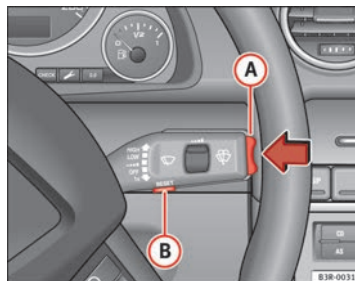

Fig. 58 Palanca del limpiaparabrisas: Interruptor-selector de funciones
- Pulse el conmutador-selector de funciones en la palanca del limpiaparabrisas ⇒ fig. 58, en la parte superior o bien ►
- Pulse la tecla Reset dispuesta en la palanca del limpiaparabrisas (B) ⇒ fig. 58 hasta que aparezca tachado el símbolo de advertencia del límite de aviso 2.